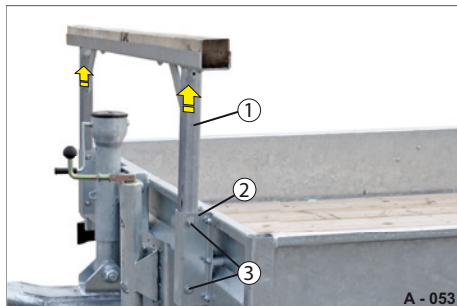

Abb. 57 Auflagebock entsichern
- ▶ Lösen Sie die Verschraubung (Abb. 57/3) an beiden Rungentaschen (Abb. 57/2).
- ▶ Ziehen Sie das Auflagebock-Gestell (Abb. 57/1) langsam und gleichzeitig aus den Rungentaschen heraus.